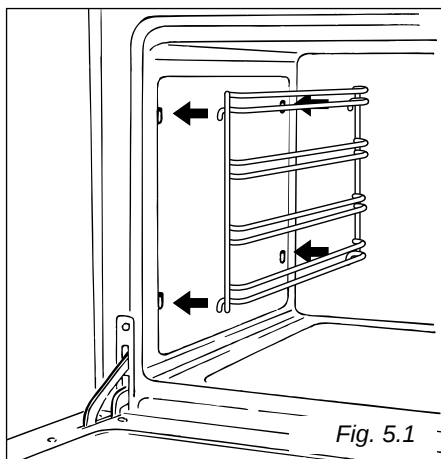

Fig. 5.1
- Engatar as placas laterais nos furos das paredes interiores do forno (Fig. 5.1)